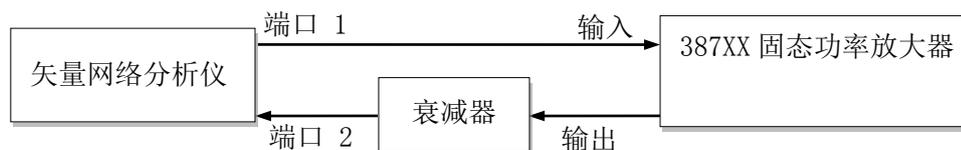

图 5-1 增益及驻波测试框图
- 4) 将 3871FB 固态功率放大器前面板增益调节旋钮顺时针旋转到底，如图 5-1 所示连接系统进行增益测试，记录 S21 值即为放大器的增益值。
- 4) 将 3871FB 固态功率放大器前面板增益调节旋钮顺时针旋转到底，如图 5-1 所示连接系统进行输入端口驻波测试，记录驻波比数值。